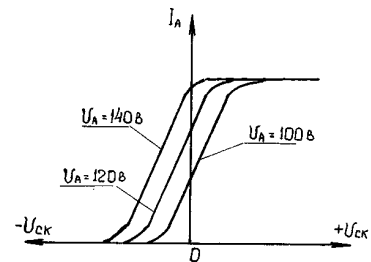

Рис.3
-Тогда, естественно, получим семейство сеточных характеристик, что показано на **рис.3** - успокоил дипломника "Старичок-ламповичок". -И должен заметить, что напряжение на сетке предпочитают поддерживать отрицательным. Чтобы избежать сеточного тока, который появляется, как только на